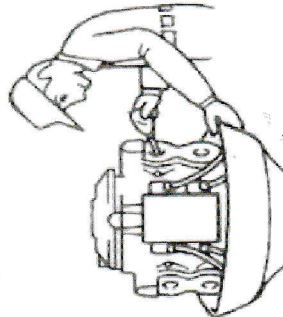

Рис. 39. Последовательность ухода (3)
4) С помощью маслянки влить в каждый из цилиндров необходимое количество масла, проверить стартер вручную несколько раз для равномерного распределения масла по стенкам цилиндров и картера (См. Рис. 39);